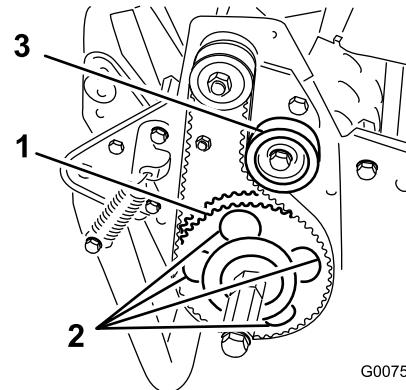

図 51
7. 受動プーリを回して、4つの穴をローラベアリングのフランジねじに整列させる図51。
11. ベルトの張りを調整し、アイドラプーリねじを締める図51。